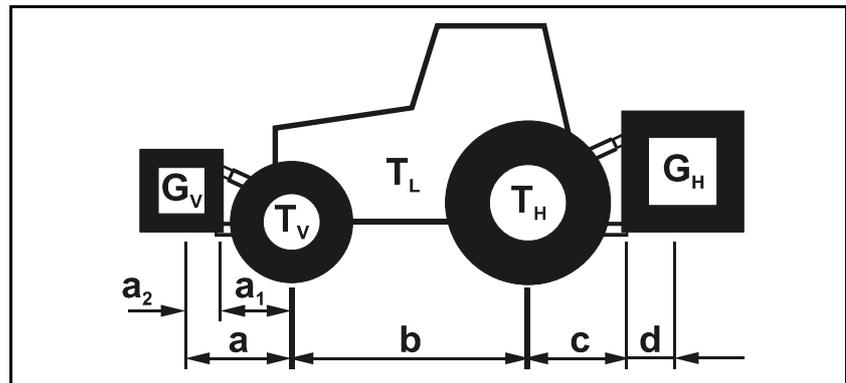

Рис. 25
- Нижние тяги трактора прикрепите при помощи крепежных пальцев для нижних тяг (Рис. 25/1) к нижним точкам крепления агрегата и зафиксируйте при помощи пальцев с пружинной защелкой (Рис. 25/2).
- Верхнюю тягу трактора прикрепите при помощи крепежного пальца для верхней тяги (Рис. 25/3) к верхней точке крепления агрегата и зафиксируйте при помощи пальца с пружинной защелкой (Рис. 25/4).